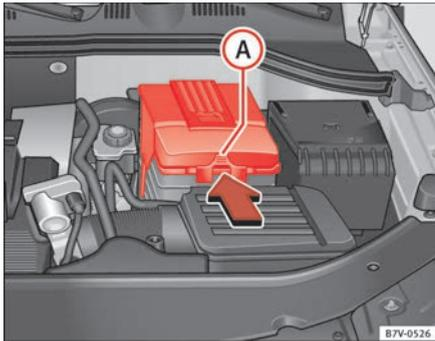

Abb. 180 Im Motorraum: Abdeckung für die Fahrzeugbatterie abnehmen.
- *Bei einer Abdeckung:* Auf die Lasche ⇒ Abb. 180 **A** in Pfeilrichtung drücken und Abdeckung nach oben abnehmen.